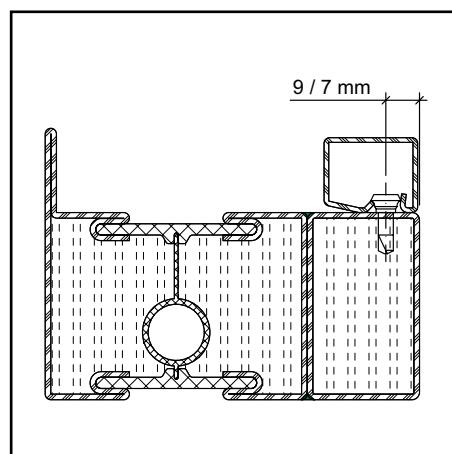

Abb. 7 / Fig. 7 / Fig. 7
**Montage der Glasleisten****(Abb. 7)**
**Montage des parcloses****(fig. 7)**
**Fitting glazing beads****(fig. 7)**